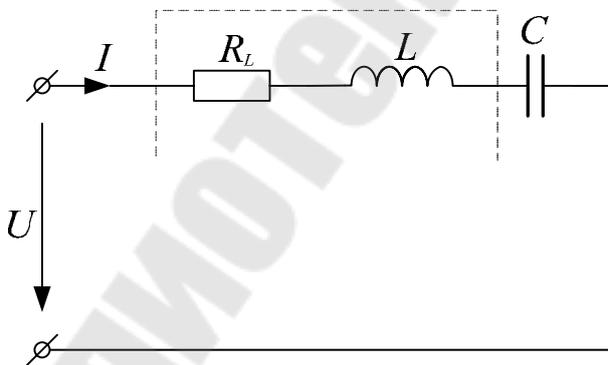
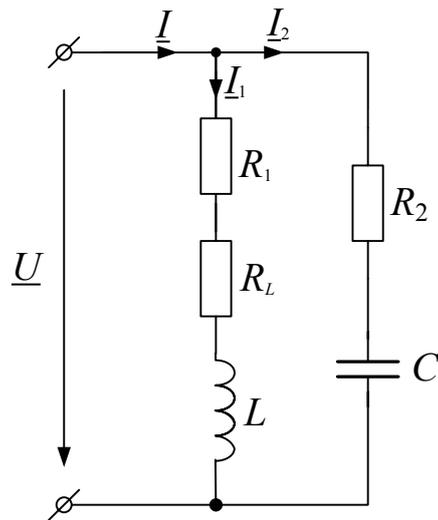

Рис. 5.1
Рис. 5.2
1. Рассчитать условия резонанса напряжений в цепи, показанной на рис. 5.1, и резонанса токов в цепи, показанной на рис. 5.2.
- б) резонансную ёмкость цепи для заданной частоты  $f$  её входного напряжения, произвольно выбранной в пределах  $1 \text{ кГц} \leq f \leq 5 \text{ кГц}$ . При этом, выполняя расчет для цепи рис. 5.2, следует принять  $R_2$  равным сопротивлению одного из элементов 01 ÷ 06, а  $R_1$  подобрать в соответствии с требованием